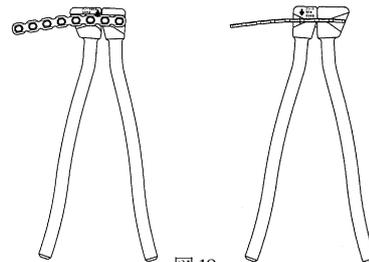

図18
- 2) プライヤーバンダーを用い、骨面形状に沿うようにプレートをバンディングします。(図18) (本体のマーキングに従い、プレートを凸部に合わせバンディングして下さい。)